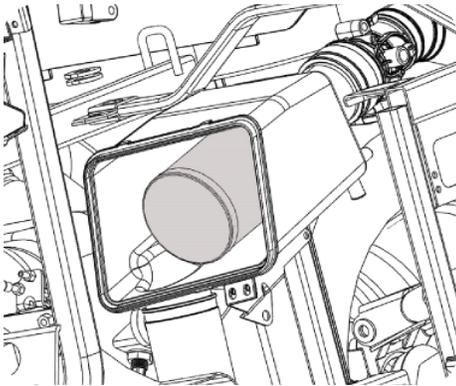

Figure 5-26
3. Retirez le filtre à air. Voir Figure 5-26.